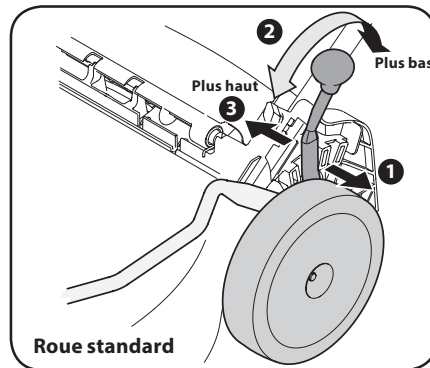
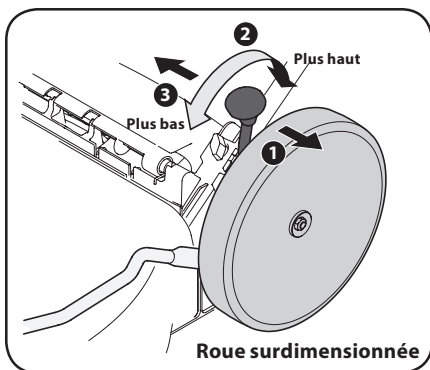

Figure 2-12
Figure 2-13
- Placez le levier à la position désirée pour régler la hauteur de coupe. Voir Figure 2-12 pour les roues standard et Figure 2-13 pour les roues surdimensionnées.